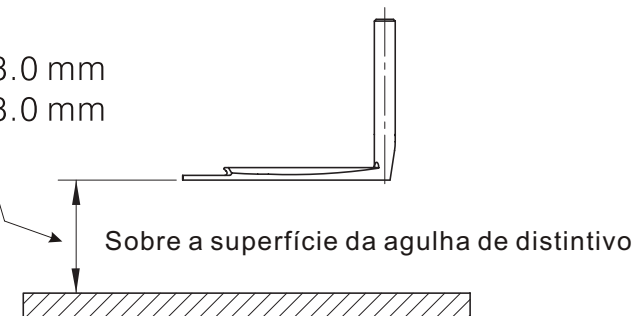

Fig. 51
4. A distância do distribuidor à superfície da lâmina agulha é como isto ficou descrito: (Fig. 51)